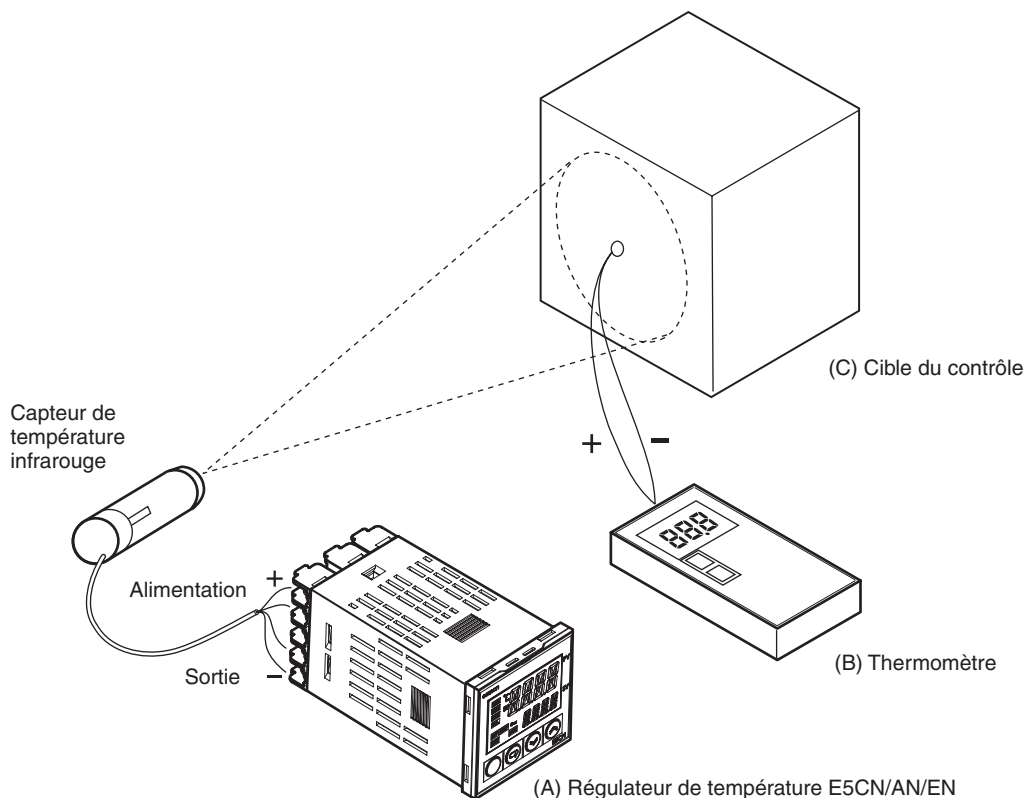

Figure 1 Configuration du décalage pour un capteur de température à infrarouge
2. Préparez un thermomètre capable de mesurer la température de la cible de contrôle comme indiqué dans la *Figure 1* de telle sorte qu'un décalage en 1 point ou en 2 points puisse être effectué.
1. Dans la configuration affichée dans la Figure 1, rapprochez le point de consigne de la valeur à laquelle la température de la cible de contrôle doit être contrôlée. Supposez que la température de la cible de contrôle (C) et celle du thermocouple (B) sont identiques.